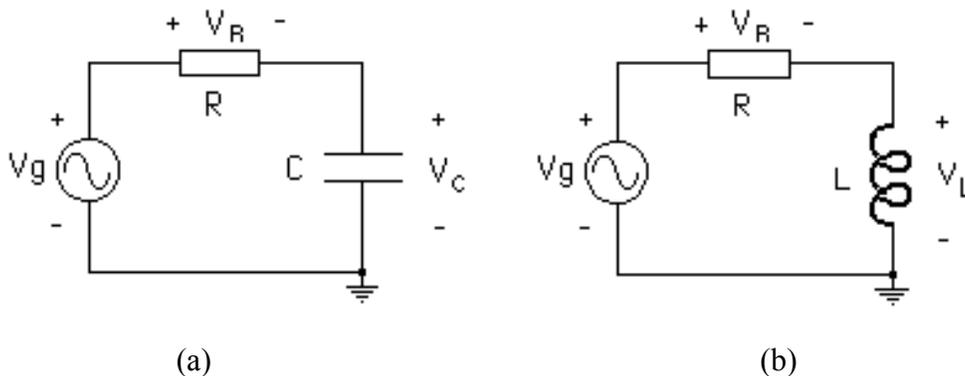

Figura 2.2.- Circuitos RC y RL
- 20.- El siguiente paso es realizar el análisis **AC Sweep** de los circuitos mostrados en la Figuras 2.2.a y 2.2.b, empleando los valores indicados por su profesor tanto para los componentes como para la magnitud y el rango de frecuencia de las fuentes. En el análisis AC Sweep el programa aplica a la entrada del circuito una fuente sinusoidal, identificada como fuente AC, cuya amplitud la fija el usuario (por ejemplo 1V), y cuya frecuencia varía entre los límites de frecuencia que el usuario indique para la gráfica de salida. La idea es tener en una sola gráfica el comportamiento del circuito para todo el rango de frecuencias. Esto es lo que se llama la **respuesta en frecuencia** de un circuito, a partir de la cual se define el ancho de banda. Debido a la respuesta que presenta para distintas frecuencias, el circuito de la Figura 2.2.a se dice que es un **filtro pasa-bajo pasivo de primer orden**, ya que a frecuencias muy bajas, el voltaje de salida  $V_c$  es similar a  $V_g$ , mientras que al aumentar la frecuencia, el voltaje de salida  $V_c$  tiende a cero. Por otra parte, el circuito de la Figura 2.2.b se dice que es un **filtro pasa-alto pasivo de primer orden**, ya que a frecuencias muy bajas, el voltaje de salida  $V_L$  es prácticamente cero, mientras que al aumentar la frecuencia, el voltaje de salida  $V_L$  tiende a  $V_g$ . Observe la **caja de diálogo** que se abre cuando se selecciona **AC Sweep**. Como se quiere la respuesta en frecuencia para un rango muy amplio de valores (de 100 Hz a 1 MHz), debe seleccionarse el modo de presentación **década**, además de definir **la frecuencia inicial** (100 Hz) y **la frecuencia final** (1 MHz o 1000kHz) para el análisis que se va a realizar. Una vez definidos los parámetros adecuados, corra las simulaciones para cada uno de los circuitos. Las gráficas obtenidas, correspondientes a los voltajes  $V_c$  y  $V_L$  en función de la frecuencia respectivamente, se deben pasar a un programa de dibujo y guardarlas.
- c) Los valores de voltaje pico sobre la resistencia  $V_{Rp} = R V_p / (R^2 + (1/2\pi f C)^2)^{1/2}$ , el voltaje pico sobre el condensador  $V_{Cp} = (1/2\pi f C) V_p / (R^2 + (1/2\pi f C)^2)^{1/2}$  y el valor de la frecuencia de corte del filtro pasa bajo RC ( $2\pi f_c = 1/RC$ ) presentado en la figura 2.2.a.
- d) Los valores de voltaje pico sobre la resistencia  $V_{Rp} = R V_p / (R^2 + (2\pi f L)^2)^{1/2}$ , el voltaje pico sobre la inductancia  $V_{Lp} = 2\pi f L V_p / (R^2 + (2\pi f L)^2)^{1/2}$  y el valor de la frecuencia de corte del filtro alto RL ( $2\pi f_c = R/L$ ) presentado en la figura 2.2.b.